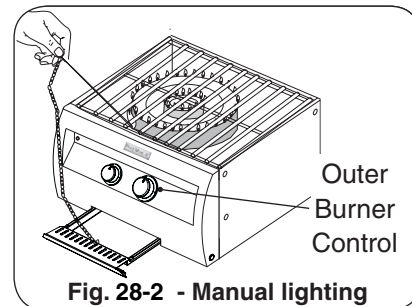

Fig. 28-2 - Manual lighting
**AVERTISSEMENT:** Ne mettez pas la main directement au-dessus du brûleur en s'allumant mais au loin au côté comme montré (Fig. 28-2).
- 2a. Insérez un allumeur brûlant de butane de long-baril, une allumette brûlante de long-tige, ou une allumette brûlante tenue par un support de prolongation de fil par les grilles à cuire au brûleur désiré à allumer (Fig. 28-2). Avec la flamme toujours à côté du brûleur, diminuez le bouton de commande de correspondance (bouton externe de droite de brûleur, brûleur intérieur laissés le bouton), et tout en pressant le tour il dans le sens contraire des aiguilles d'une montre dans la position **LÉGÈRE** de HI. Enlevez l'allumeur ou assortissez quand le brûleur s'allume, et libérez le bouton de commande.
3. Si le brûleur ne se allume pas dans les cinq (5) secondes de tourner le bouton de commande, tournez immédiatement le bouton de commande de brûleur à la position de repos. **ATTENDEZ CINQ MINUTES** avant de répéter les étapes 2 et 3 des **INSTRUCTIONS MANUELLES D'ÉCLAIRAGE**.